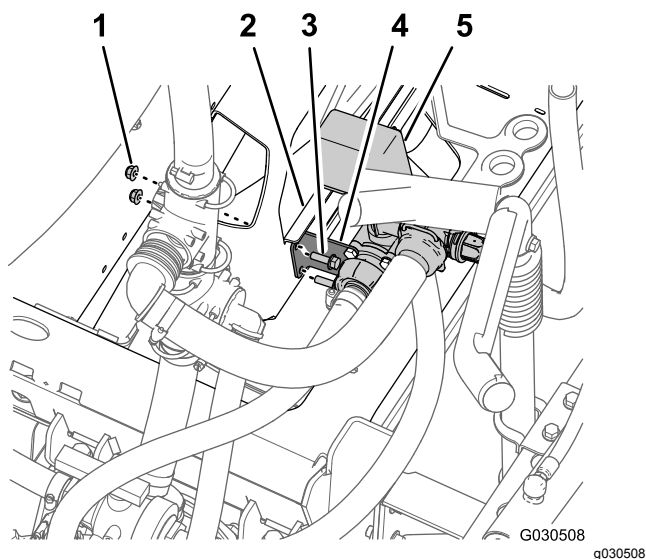

Figure 68
7. Retirez les 2 contre-écrous à embase (5/16") et les 2 boulons à embase (5/16" x 1") qui fixent le support de la vanne d'agitation sur le support du collecteur (Figure 68).